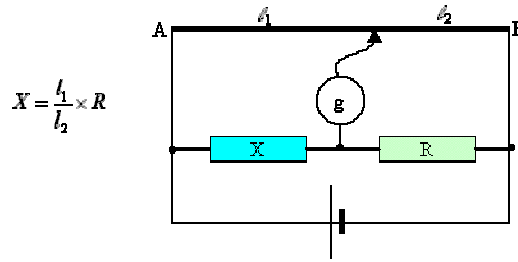

Figure 26: mesure de résistance avec un pont à fil
- Avec un pont à fil (Figure 26): Le pont à fil est une variante du pont de Wheatstone qui ne manque pas d'intérêt. En effet, nul besoin de résistance réglable étalonée. Il suffit d'un résistor R de précision ayant de préférence une résistance de même ordre de grandeur que celle du résistor inconnu et d'un fil résistant homogène et de section constante que l'on tend entre deux points A et B. On déplace un contact le long de ce fil jusqu'à obtenir un courant nul dans le galvanomètre. La résistance d'un fil étant proportionnelle à sa longueur,